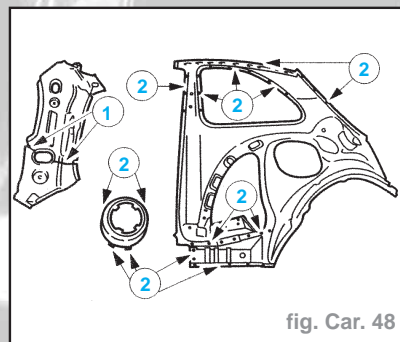

fig. Car. 48
- Préparer les éléments restés en place sur le véhicule et les pièces neuves (fig. Car. 48) :
- découper la pièce neuve aux dimensions prescrites (1).
- réaliser le perçage en vue de la liaison par bouchonnage (2).